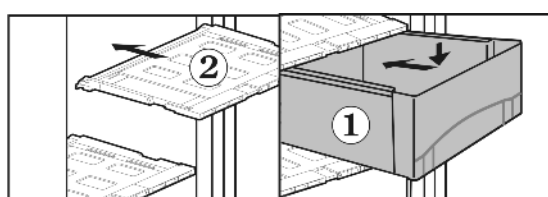

Рис. 20
▶ Вставьте крышку ящика Рис. 20 (2): вставьте переключки крышки ящика снизу в нижние держатели и зафиксируйте их спереди.
▶ Поставьте ящик Рис. 20 (1) на направляющие и вставляйте до тех пор, пока ящик не зайдет в зацепление.